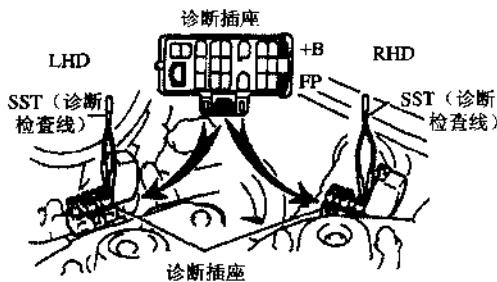
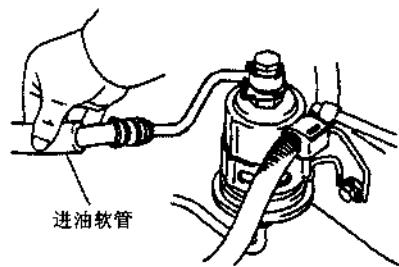

图 2.20 连接诊断插座的+B 与 FP 端子
图 2.21 检查燃油压力
- ① 用专用维修工具诊断检查线 (编号: 09843-18020), 将诊断插座的+B 与 FP 端子连接起来, 如图 2.20 所示。
- ② 将点火开关转至 “ON” 位, 但不要启动发动机。
- ③ 检查来自燃油滤清器的燃油进油软管内有无燃油压力, 如图 2.21 所示。如果有压力, 应听一听有无燃油流动的响声。如果没有压力, 应检查易熔线、熔断器、EFI 主继电器、燃油泵、发动机 ECU 和插接器。
- ④ 关闭点火开关, 从诊断插座上拆下诊断检查线。